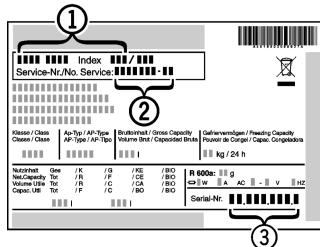

Fig. 9
- ▶ Informer le S.A.V. et lui communiquer la panne, la désignation de l'appareil Fig. 9 (1), le n° de service Fig. 9 (2) et le n° de série Fig. 9 (3).
- ▶ Relever la désignation de l'appareil Fig. 9 (1), le n° de service Fig. 9 (2) et le n° de série Fig. 9 (3) sur la plaquette signalétique. Cette plaquette se trouve sur la paroi intérieure gauche de l'appareil.